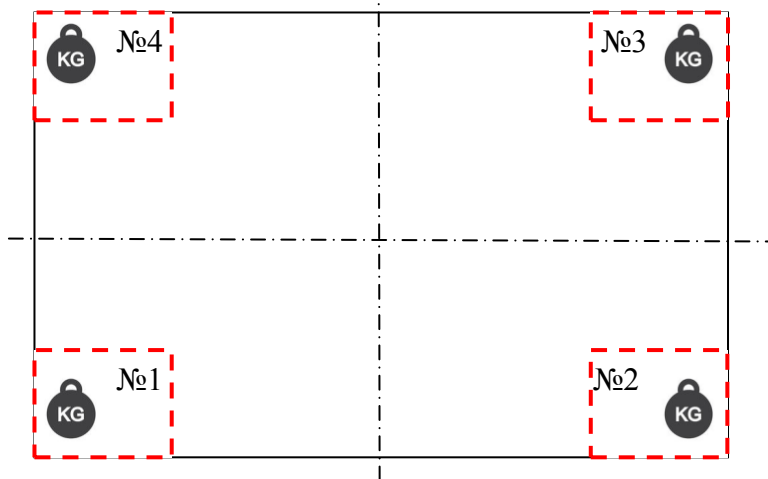

Рис. 11.1 - Места приложения нагрузки при юстировке углов модуля 4D_ (вид сверху)
11.2.1.3 Разделить визуально платформу модуля на квадранты, установить грузы. Каждый груз нужно устанавливать на самый край угла платформы (см. Рис. 11.1).
11.2.1.4 Установить гири в угол (см. Рис. 11.1).